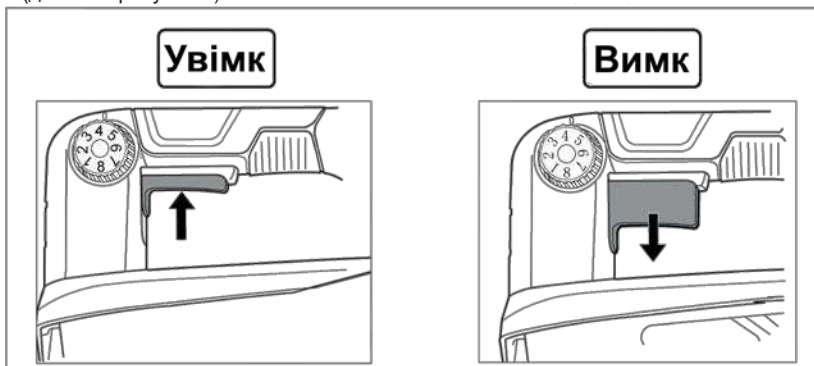

Рисунок 4
4.2.2 Для ввімкнення виробу натисніть пускову кнопку (3, рисунок 1), для вимкнення кнопку слід відпустити (дивіться рисунок 4).